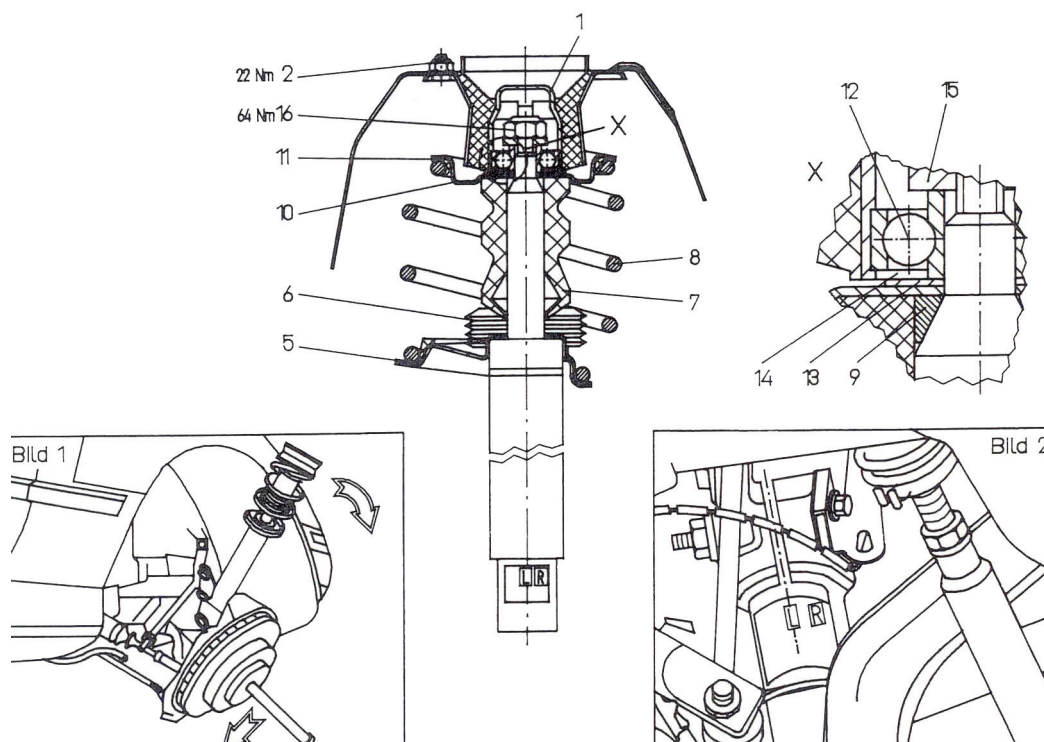
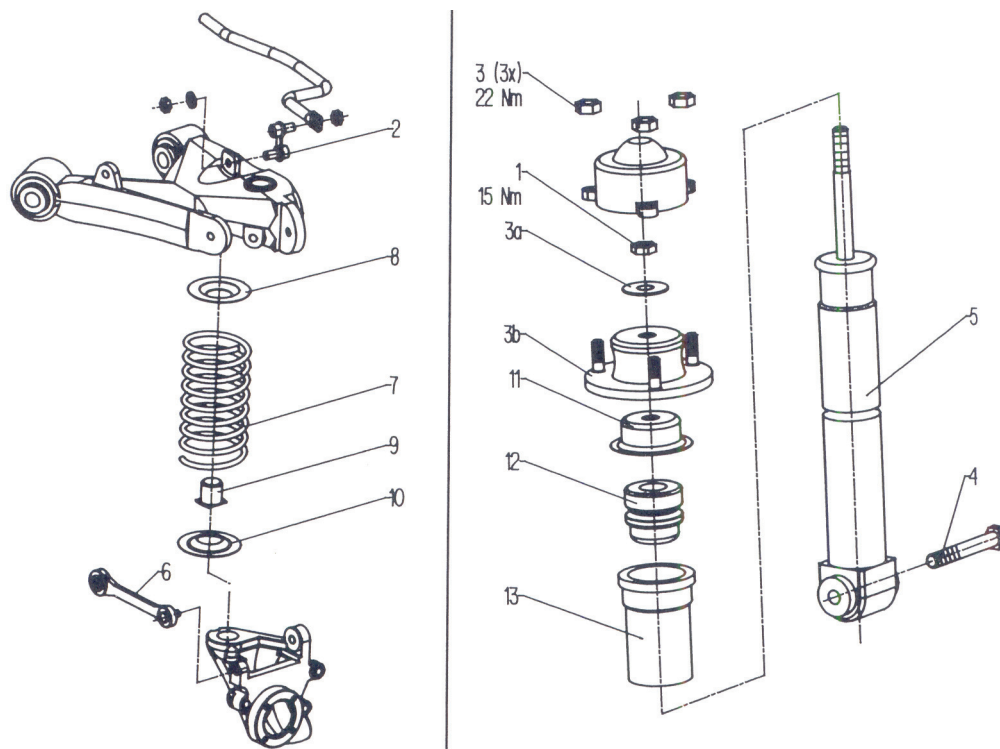

Fig. 1
Fig. 2
- Kappe (1) und Befestigungsmutter (2) entfernen.
- Schwenklager mit einem Hebel z.B. Steckschlüssel mit Verlängerung, nach unten drücken, bis das Federbein nach außen aus dem Radhaus gekippt werden kann. (Fig. 1).
- Federbeinklemmung (3) aufschrauben und Federbein entfernen.
- SACHS Federbein (4) mit den Originalteilen Gummiunterlage (5), Faltenbalg (6) und dem SACHS Druckanschlag (7) bestücken.
- SACHS Feder (8) mit Federspanner vorspannen und auf dem Federteller justieren.
- Original Stützscheibe (9) auf die Kolbenstange stecken.
- Oberen Federteller (10) mit Gummiunterlage (11) auf die Feder bringen.
- Bei der Montage des Stützlagers (12), ist darauf zu achten, dass die Scheibe (13), der Dichtring (14) und die Abdeckscheibe (15) richtig positioniert sind.
- Remove the cap (1) and fastening nut (2).
- Use a lever (e.g. a socket wrench with an extension) to press the swivel bearing downwards until the suspension strut can be tilted out of the wheelhouse (Fig. 1).
- Unscrew the suspension strut clamp (3), and remove the suspension strut.
- Fit the SACHS spring strut (4) with the original parts: rubber support (5), bellows (6) and the SACHS, compression stop (7).
- Pre-stress the SACHS spring (8) using a spring tensioner, and adjust it on the spring cap.
- Fit the original support disc (9) on the piston rod.
- Position the top spring cap (10) with its rubber support (11) on the spring.
- When installing the support bearing (12), make sure that the disc (13), the sealing ring (14) and the cover disc (15) are correctly positioned.
- Retirer le chapeau (1) et l'écrou de fixation (2).
- Pousser le coussinet orientable vers le bas avec un levier, par exemple au moyen d'une clé à pipe avec rallonge, jusqu'à ce que la jambe de force puisse être basculée et extraite du passage de roue (fig. 1).
- Dévisser le serre jambe (3) et enlever la jambe de force.
- Pourvoir la jambe de force SACHS (4) avec les pièces originales suivantes : support en caoutchouc (5), soufflet (6) et butée de pression SACHS (7).
- Serrer légèrement le ressort SACHS (8) avec un monte ressort et ajuster sur la coupelle de ressort.
- Insérer la rondelle d'appui (9) sur la tige du piston.
- Amener la coupelle de ressort supérieure (10) avec le support caoutchouc (11) sur le ressort.
- Lors du montage du coussinet d'appui (12), veiller à ce que la rondelle (13), la rondelle d'étanchéité (14) et la rondelle de couverture (15) soient positionnées correctement.
- Retirar el tapón (1) y la tuerca de sujeción (2).
- Presionar hacia abajo el cojinete giratorio con ayuda de una palanca, p. ej. una llave de vaso con alargador, hasta que el amortiguador pueda volcarse hacia el exterior del paso de rueda. (Fig. 1).
- Desatornillar el del amortiguador (3) y extraer el amortiguador.
- Montar el amortiguador SACHS (4) con las piezas originales: asiento de goma (5), fuelle (6) y el tope de presión de SACHS (7).
- Pretensar el muelle SACHS (8) con el tensor y ajustarlo al plato de muelle.
- Introducir la arandela de apoyo original (9) en el eje del amortiguador.